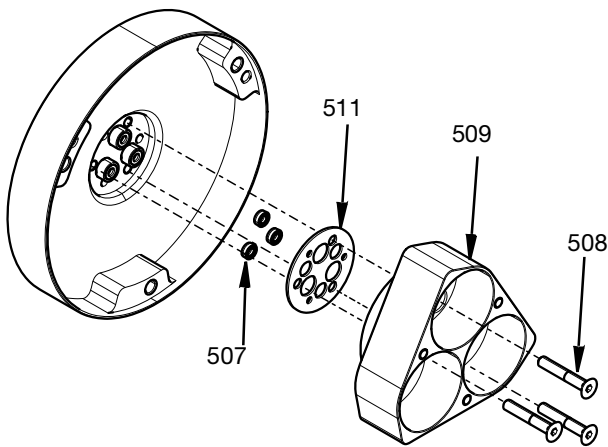

FIG. 14
- Entfernen Sie die drei M4-Schrauben (508), mit denen das Luftzylindergehäuse (509) befestigt ist. Nachdem das Luftzylindergehäuse entfernt wurde, können die Zylindergehäusedichtung (511) und die Stangendichtungen (201) entfernt werden. Siehe **Werkzeugsatz für das Einführen und Entfernen der Dichtung, 25T489**, Seite 37 zum Ausbau von Stangendichtungen. Siehe FIG. 14.